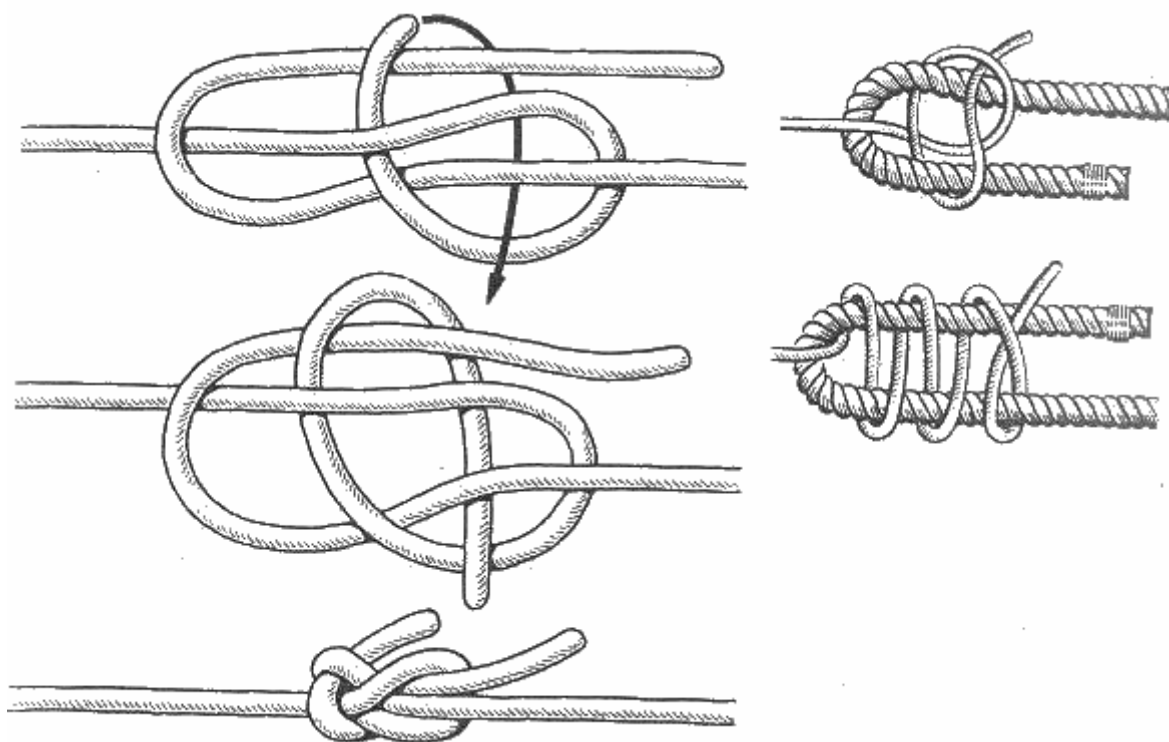

Рис. 40. Докерский узел (справа внизу - другой вариант узла)
**Докерский узел** (Рис. 40). В морской практике нередко возникает необходимость прикрепить к толстому канату намного более тонкий по сравнению с ним трос. Такая необходимость всегда есть во время швартовки судна к причалу, когда с палубы нужно подать один или сразу несколько швартовных концов. Существует несколько способов крепления бросательного конца к швартову, у которого нет огона, но наиболее распространенный из них — применение докерского узла.